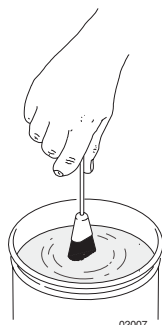

Рис. 18
- 5 Смочите конец мягкой кисточки в совместимом растворителе. Не замачивайте на длительное время щетину кисточки и не используйте проволочную щетку. Рис. 18.